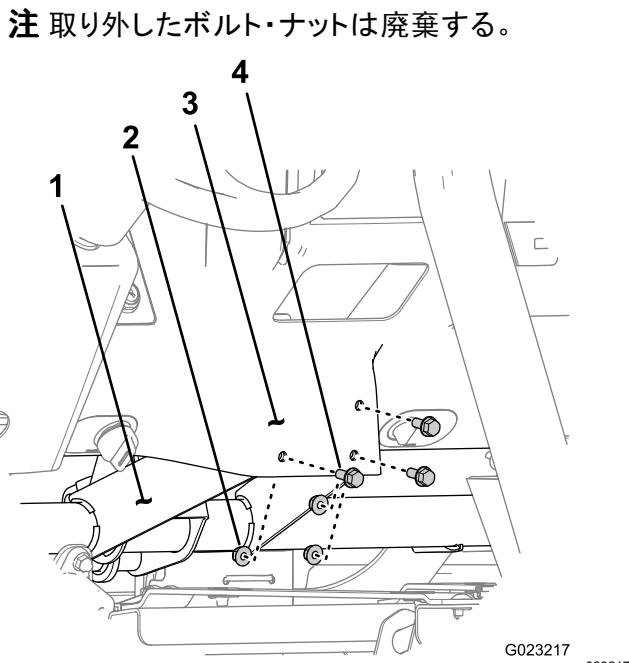

図 16
- ダッシュ支持ブラケットの中央下部分にダッシュパネルを固定しているフランジボルト3本とフランジナット3個を外す図 16。
- ハンドスロットルブラケットについている穴を、ダッシュパネルの穴にあわせる図 16。